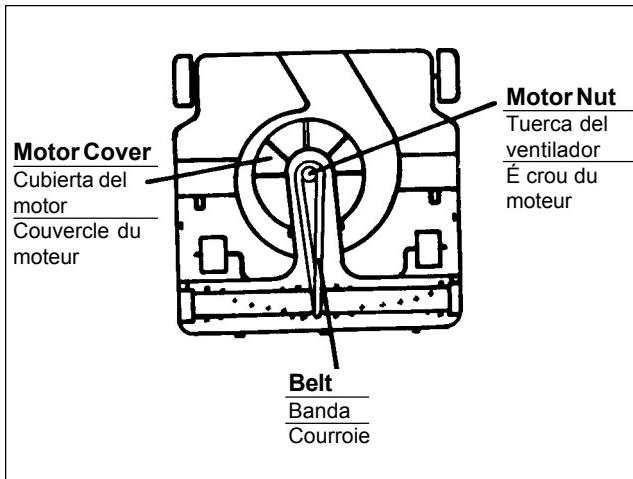

Fig. 13
3. Remove bottom plate and fan cover by lifting off from motor. (Fig. 13)
3. Quite la tapa inferior del ventilador levantándola del motor. (Fig. 13)
3. Oter l'couvercle inférieur du ventilateur, enlever le moteur. (Fig. 13)